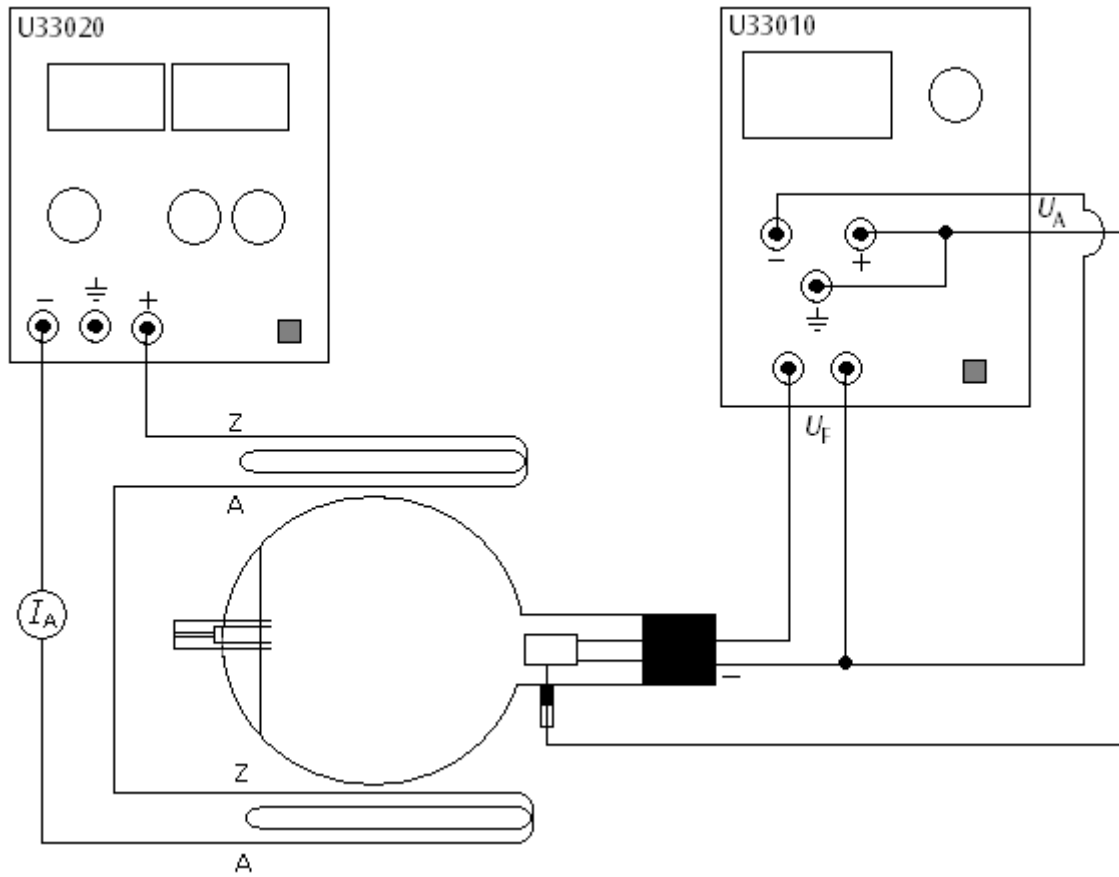

Fig. 3 Abschätzung der spezifischen Elektronenladung  $e/m$
- Beschaltung gemäß Fig. 3 vornehmen.